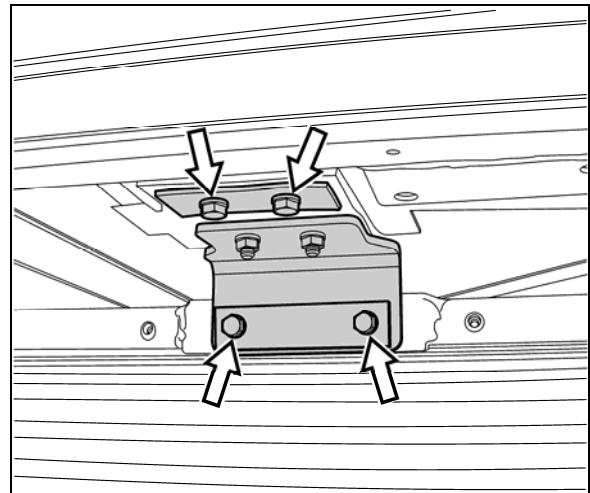

FIGURE 25 : SUPPORT SUPÉRIEUR DE L'ENSEMBLE RADIATEUR
12. Démontez le support supérieur de l'ensemble radiateur (Figure 25).